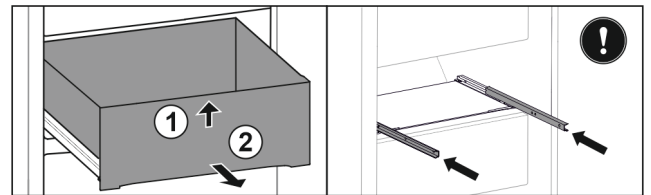

Fig. 53
- ▶ Lade aan de voorkant optillen. Fig. 53 (1)
- ▶ Lade naar voren toe verwijderen. Fig. 53 (2)